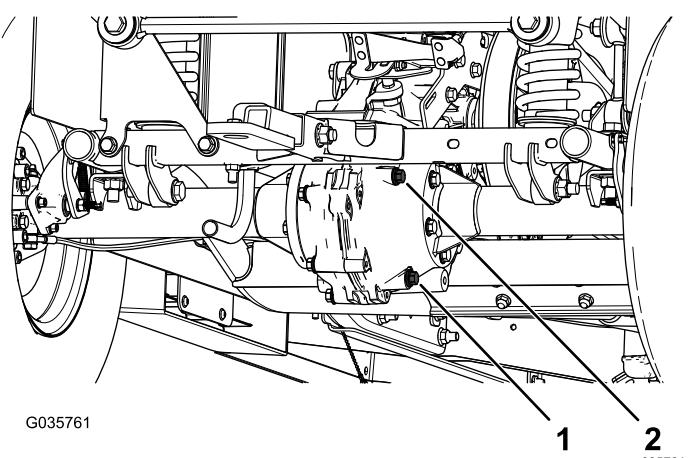

図 56
2. トランスアクスルについている補給プラグを外す 図 56。
- オイルの量が少ない場合は、補給プラグを取り、穴からあふれ出てくるまで所定のオイルを補給する図 56。
- ドレンプラグの下にオイルを受ける容器をおく図 56。
- トランスアクスルについている補給プラグとシールを外す図 56。
- ドレンプラグとシールを外してオイルが完全に抜けるのを待つ図 56。